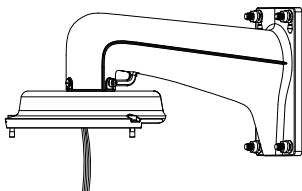

Abbildung 2-4 Montagesockel befestigen
3. Befestigen Sie den Montagesockel der Kamera am Wandhalter wie in Abbildung 2-4 dargestellt.